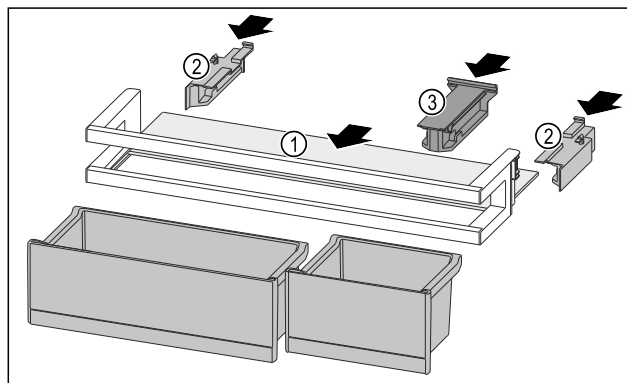

Fig. 140
- Вдвиньте съемную полку Fig. 140 (1) в боковые пазы.
- Установите боковые части Fig. 140 (2).
- Смонтируйте крепление Fig. 140 (3).